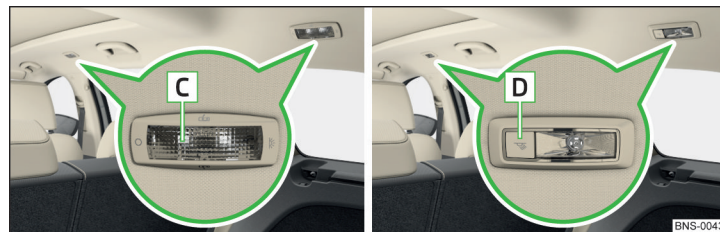

Fig. 76 Luz interior trasera: Variante 2 / Variante 3
**Variante 2 - Manejo (por movimiento del difusor **C**) » fig. 76**
**Variante 3 - Conexión/desconexión (presionando el interruptor correspondiente) » fig. 76**